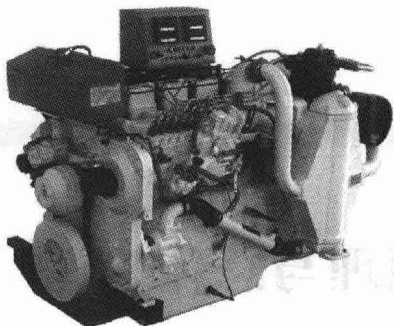
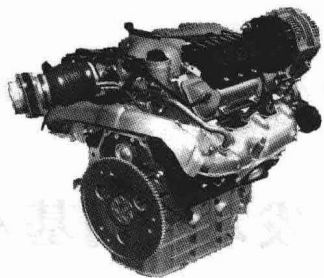

图 1-1 压燃式发动机
图 1-2 点燃式发动机
① 按着火方式分类，可分为压燃式与点燃式发动机。压燃式发动机为压缩汽缸内的空气或可燃混合气，产生高温，引起燃料自燃的内燃机；点燃式发动机是将压缩汽缸内的可燃混合气，用点火器点燃的内燃机。压燃式发动机如图 1-1 所示，点燃式发动机如图 1-2 所示。